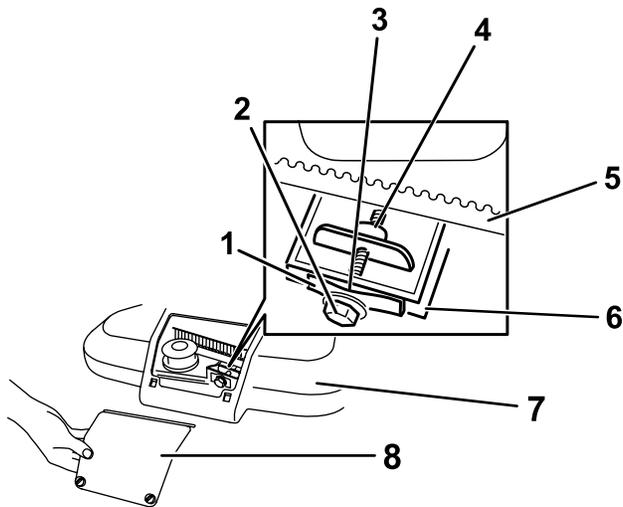

Рисунок 34
1. Ослабьте два винта панели доступа к кожуху ремня и снимите панель (Рисунок 34)
Примечание: Если между измерителем зазора и пружиной есть видимый зазор, затяните регулировочный болт и гайку до момента, когда калибр начнет свободно входить в зазор и выходить из него (Рисунок 34).